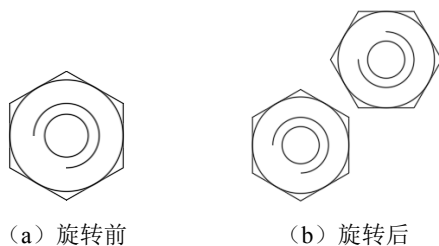

图 3-23 复制旋转
- ☒ 复制(C): 选择该选项, 旋转对象的同时保留原对象, 如图 3-23 所示。